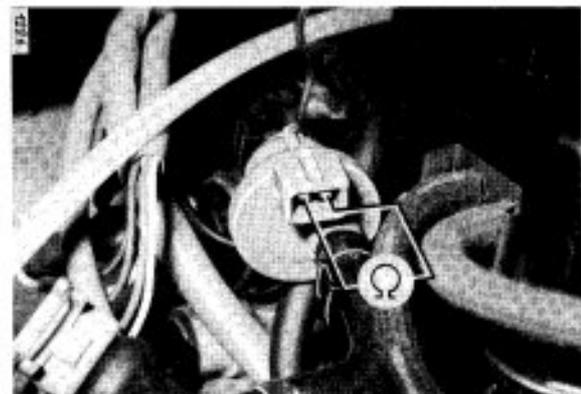

Bild 9
b. Innenwiderstand prüfen (Bild 9)